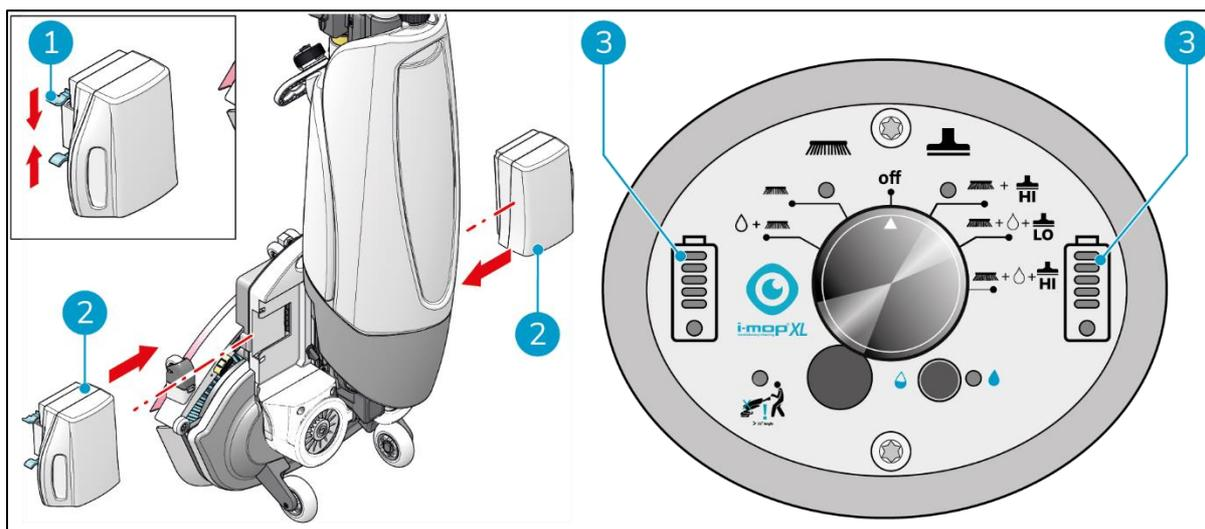

Figura 17
1. Spingere la batteria con codice blu (Figura 17, pos. 2) nell'apposito alloggiamento. Un clic indica che la batteria è bloccata in posizione (Figura 17, pos. 1).
3. Durante il funzionamento, gli indicatori della batteria (Figura 17, pos. 3) sul pannello di controllo indicano la quantità di energia residua.